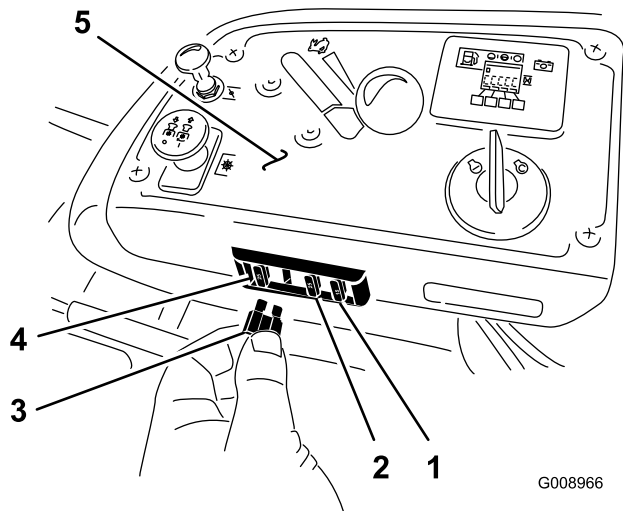

Figure 58
Les fusibles se trouvent sur la console, à droite du siège (Figure 58).
2. Remplacez le fusible (Figure 58).